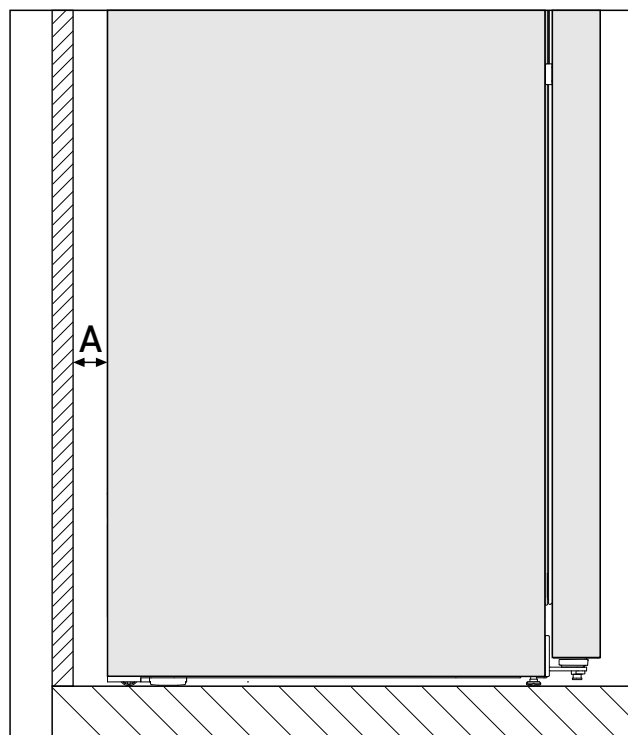

Fig. 3\*
Il consumo energetico è stato rilevato con una distanza dalla parete Fig. 3 (A) tra il retro dell'apparecchio e la parete. Se la distanza dalla parete è inferiore a Fig. 3 (A), questo non influenza in alcun modo la funzionalità dell'apparecchio, ma il consumo energetico aumenta con una distanza dalla parete inferiore.\*